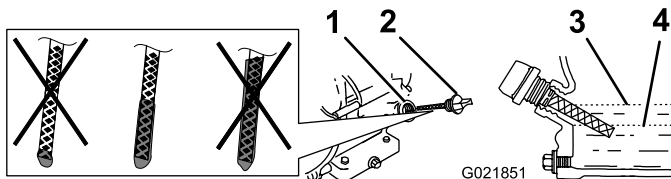

Figura 10
6. Introduzca la varilla a fondo en el orificio de llenado, pero **no la enrosque** (Figura 10).
7. Retire la varilla de nuevo e inspeccione el extremo. Si el nivel de aceite del motor es bajo, vierta lentamente por el orificio de llenado sólo la cantidad de aceite necesaria para que el nivel llegue a la marca Full (lleno) de la varilla (Figura 10).
4. Limpie alrededor de la varilla (Figura 10) para impedir que caiga suciedad por el orificio de llenado y cause daños en el motor.